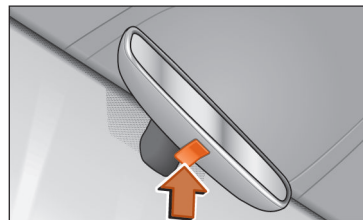

Рис. 89 Салонне дзеркало з ручним затемненням.
- Щоб затемнити дзеркало, натисніть кнопку на дзеркалі >>> **рис. 89** (стрілка).